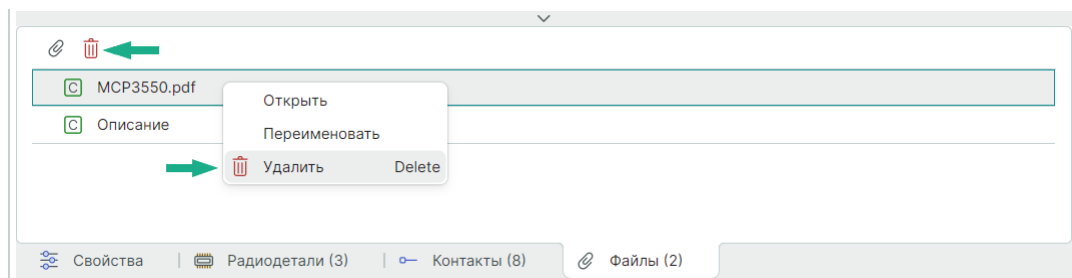

Рис. 322 Удаление файла данных из описания компонента
2. Нажмите на символ  «Удалить» или воспользуйтесь контекстным меню, см. Рис. 322.